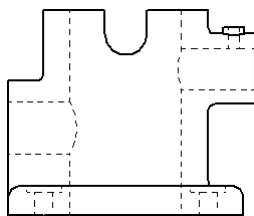

图 4.4.10 隐藏线可见
Step6. 在系统弹出的“高质量视图属性”对话框中单击 **显示** 选项卡，然后在 **选定零件的显示** 区域选中 ☒ 隐藏边样式 (H) 复选框。
Step7. 单击“高质量视图属性”对话框的 **确定** 按钮，结果如图 4.4.10 所示。